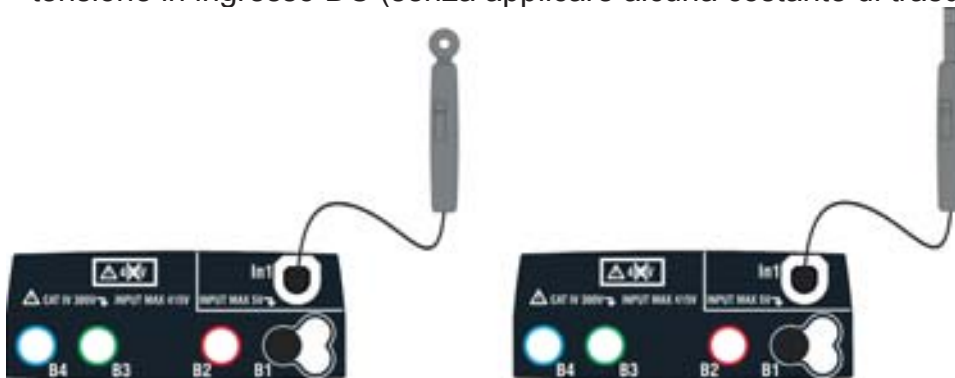

Fig. 33: Misura parametri ambientali con sonde esterne
4. Inserire nell'ingresso ausiliario **In1** il trasduttore necessario alla misura desiderata come mostrato nella Fig. 33